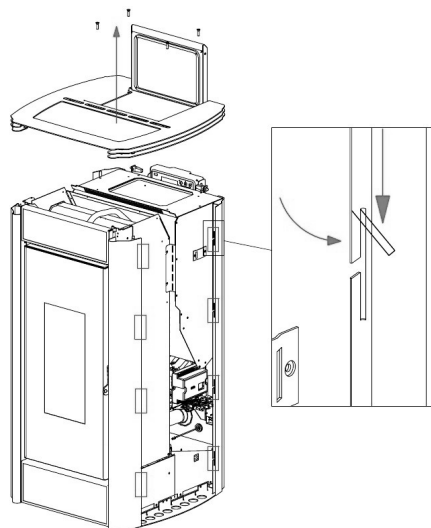

Fig. 35 - Pliegue las lengüetas
- Pliegue con el dedo hacia fuera, las lengüetas superiores que se encuentran en los perfiles negros (ver **Fig. 35**).